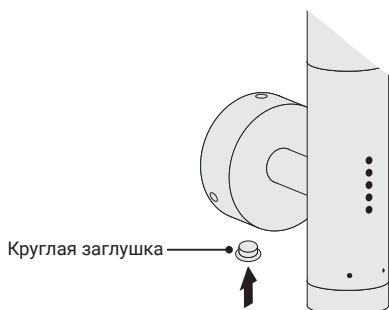

Рис.11
4.2.3. Установить круглую заглушку на нижней стороне коробки скрытого подключения вместо заглушки с отверстием (рис. 11).